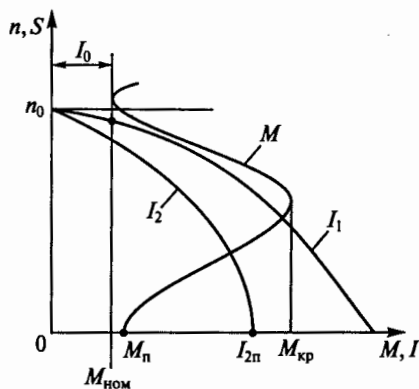

Рис. 218
**9.30.** Какое из значений величин, характерных для асинхронного двигателя с короткозамкнутым ротором общего назначения (рис. 218), указано неправильно?